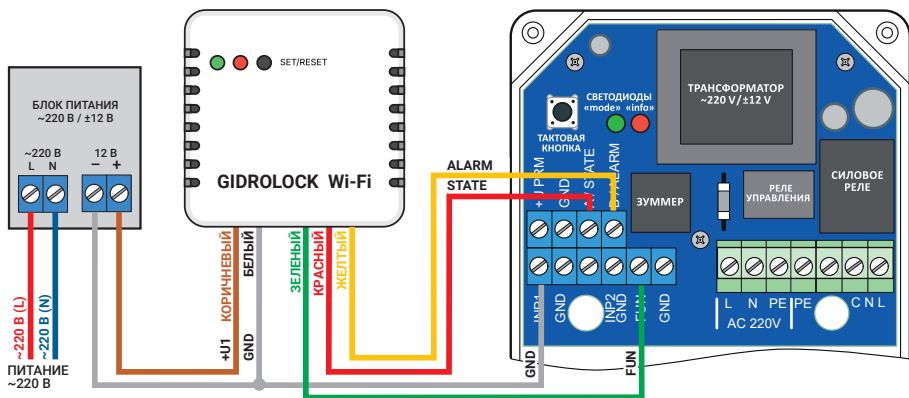

Рис. 4. Схема подключения Модуля GIDROLOCK Wi-Fi с внешним блоком питания (пример подключения).
**5.6** К блоку управления можно подключить **Модуль GIDROLOCK Wi-Fi**. Через мобильное приложение Smart Life от компании TuYa пользователь сможет управлять состоянием подключенных к блоку шаровых электроприводов и будет получать уведомления об аварии в случае обнаружения протечки. Для питания **Модуля GIDROLOCK Wi-Fi** потребуется внешний отдельный блок питания 220В/9...15В (1,0А). Схема подключения приведена на рис.4. Клеммы **ALARM** используется для отправки пользователю оповещения об аварийной ситуации (протечка воды). Клеммы **STATE** используется для отображения в приложении состояния шаровых электроприводов. Клеммы **FUN** используется для управления состоянием шаровых электроприводов из мобильного приложения.